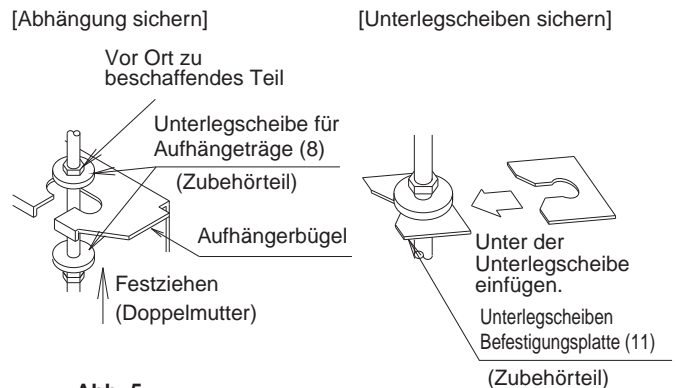

Abb. 5
(1) Installieren Sie die Inneneinheit provisorisch
- Befestigen Sie den Hängebock an dem Aufhängungsbolzen. Achten Sie auf eine sichere Befestigung und verwenden Sie dazu eine Schraubenmutter und Unterlegscheibe von der Ober- und Unterseite des Hängebocks. (Siehe Abb. 5)